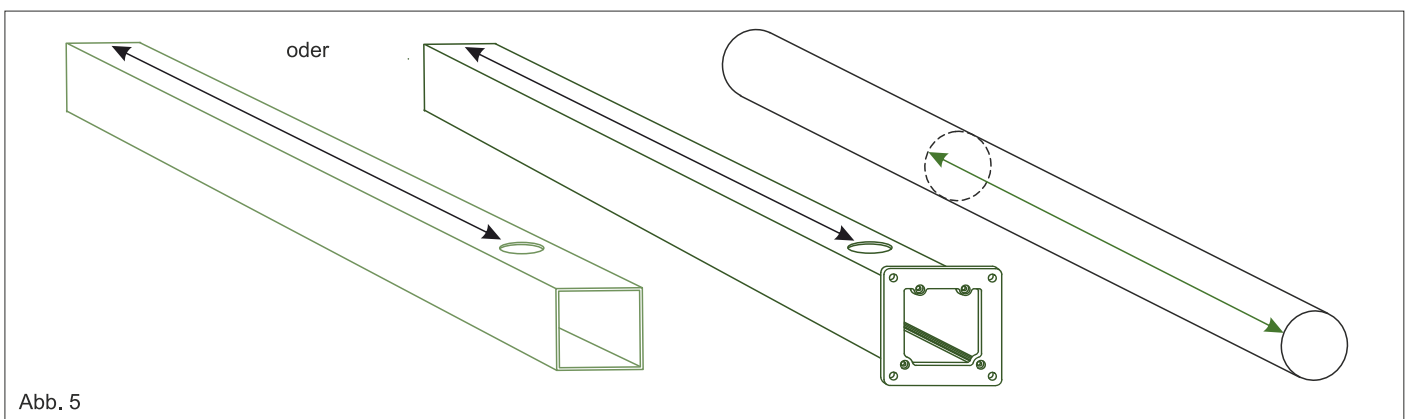

Abb. 5
**A) B) 4.** Messen Sie den Abstand zwischen der Öffnung und dem oberen Rand des Pfostens (siehe Bild) und passen Sie die Länge des Ablaufrohrs Ihren Gegebenheiten an. Siehe Abb. 5.